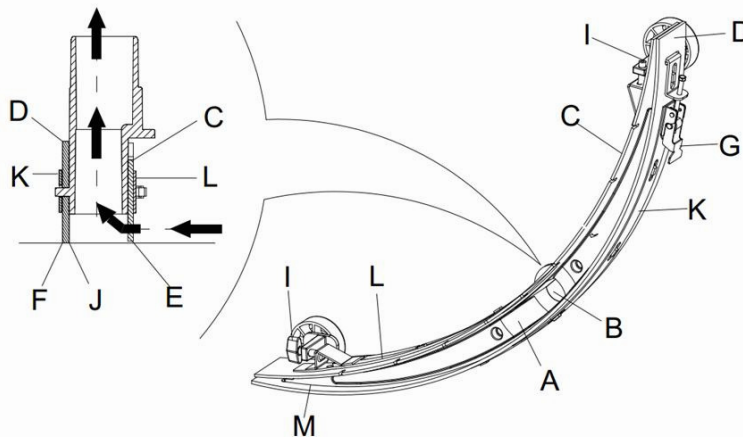

Figure 15
2. Appuyez sur l'interrupteur d'alimentation (41) sur la position "O" pour éteindre la machine.
3. Dévissez les molettes (16) de la raclette, débranchez le flexible d'aspiration de la raclette puis retirez la raclette.
4. Utilisez la poignée de levage de la raclette (14) pour soulever le cadre de support de la raclette.
5. Nettoyez la raclette (**Figure 15**). Nettoyez en particulier la rainure (**A, Figure 15**) ainsi que les saletés et les fragments dans le tube d'aspiration. Vérifiez si la bavette avant (C) et la bavette arrière (D) de la raclette sont intactes et s'il n'y a pas de bords usés ou déchirés. Remplacez-les si nécessaire (voir les étapes dans la partie suivante).
- Suivez les méthodes indiquées dans la section précédente pour nettoyer la raclette (**Figure 15**)
- Vérifiez le bord (**E, Figure 15**) de la bavette avant de la raclette et le bord (F) de la bavette arrière (D) de la raclette. Sur toute la longueur, ils doivent au même niveau. Dans le cas contraire, réglez leurs hauteurs grâce à la procédure suivante.
- Desserrez le clip (G) pour séparer la bavette arrière (D) de la raclette du support (M) afin de régler la position de la raclette. Après le réglage, verrouillez à nouveau le clip.
- Desserrez la vis de la poignée (I) pour régler la bavette avant (C) de la raclette. Serrez la vis de la poignée après le réglage.
- Vérifiez si la bavette avant (C) et la bavette arrière (D) de la raclette sont intactes et s'il n'y a pas de bords usés ou déchirés. Si nécessaire, remplacez-les selon les méthodes suivantes. Vérifiez si le bord avant de la bavette arrière de la raclette (J) est usé. S'il est usé, la raclette peut être installée à l'envers (le bord supérieur doit être intact). Si le bord supérieur est également usé, changez-la en suivant la procédure ci-dessous :
- Desserrez le clip (G) pour séparer la bavette de pression du support (M), retirez la barre de fixation (K) puis remplacez ou retournez la bavette arrière (D) de la raclette. Réinstallez la bavette arrière de la raclette dans le sens inverse du retrait.
- Desserrez la vis de la poignée (I) et retirez la barre de fixation avant (L) puis remplacez la raclette avant (C). Réinstallez la bavette avant de la raclette dans le sens inverse du retrait. Après avoir remplacé la lame de la raclette (ou l'avoir retournée), réglez le niveau des bavettes avant et arrière de la raclette comme décrit dans les procédures ci-dessus.
- Raccordez le flexible d'aspiration (11) à la raclette.
- Installez la raclette et utilisez les molettes (16) pour la serrer, puis raccordez le flexible d'aspiration à la raclette.
- Si nécessaire, réglez la raclette à l'aide de la molette de réglage (20) (consultez les procédures de réglage d'inclinaison de la raclette).